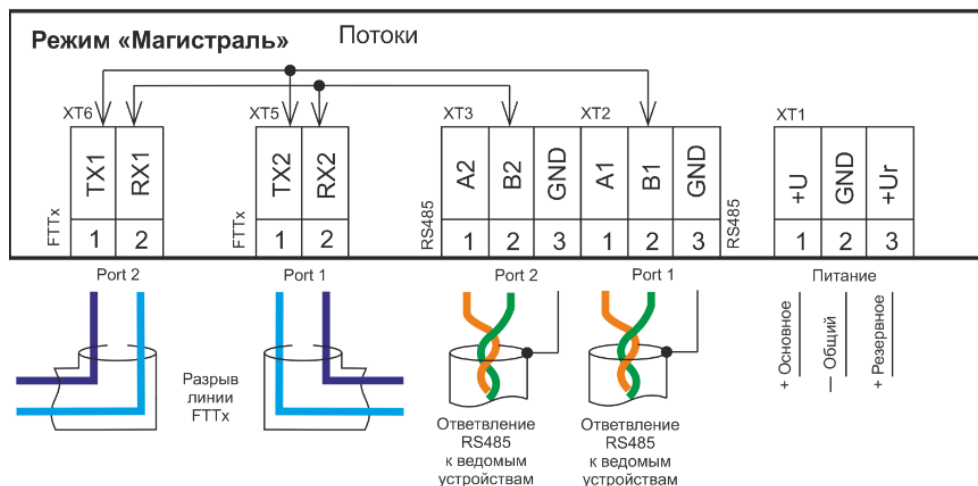

Рисунок 97. Использование RS485/FTTx-S-SC в режиме «Магистраль»
- Режим «магистраль» (рисунок 97) предназначен для для организации ответвлений от оптоволоконной линии связи.